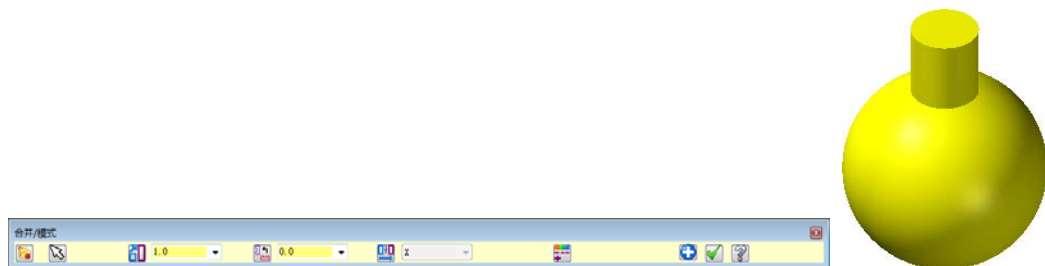

图 2-9 合并文件结果
- 03 系统弹出“合并/模型”工具栏，设置好“插入点位置”“缩放比例”“旋转角度”等参数，单击工具栏中的“确定”按钮，圆柱体即合并至当前图形中，结果如图 2-9 所示。